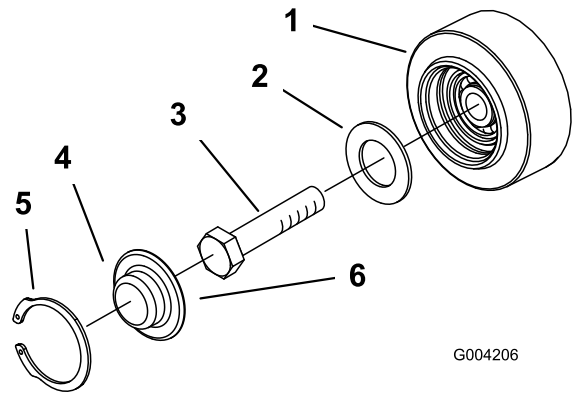

Figure 49
4. Vérifiez la graisse sous le chapeau et autour du joint (Figure 49). Si elle est encrassée, granuleuse ou en quantité insuffisante, enlevez toute la graisse, remplacez le joint et ajoutez de la graisse neuve.
6. Placez le chapeau de galet de roulement sur la tête du boulon (Figure 49).
7. Fixez le chapeau avec le jonc d'arrêt (Figure 49).
3. Déposez le jonc d'arrêt et le chapeau d'un galet de roulement (Figure 49).